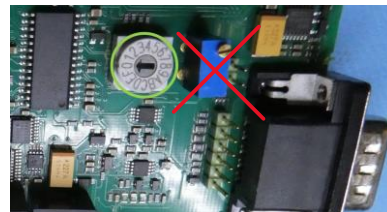

Bild 1
- a. Bei einem Power Generator der Rev.1 ist der Schalter auf der Platine zu finden (Bild 1). Vermeiden Sie unbedingt ein Verstellen des Spindel Potis rechts neben dem Schalter (Position siehe Bild 1 rotes Kreuz) und/oder Schäden bzw. Kurzschlüsse auf der Platine!